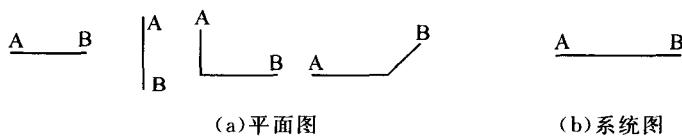

图 1-4 两线段相交表示方法
(1)在平面图中两线段相交,展开系统原理图不反映,表示方法见图 1-4。